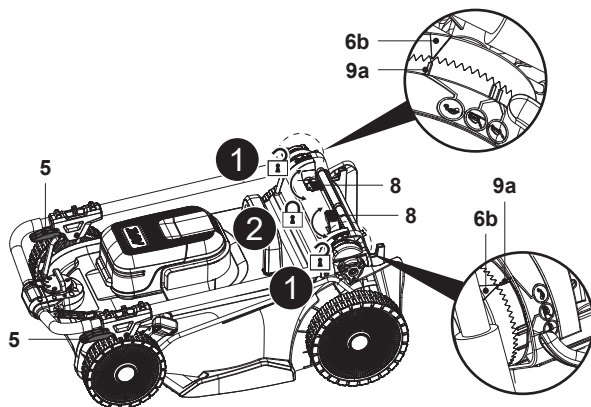

Fig. 26
9. Pentru a economisi spațiu, deschide cele două manete de blocare (5) și introdu mînerul superior până la capăt, strânge conexiunile (5, 8) și asigură-te că triunghiul indicator (6b) este aliniat cu indicatorul de parcare (9a) pentru a evita extinderea (fig. 26).